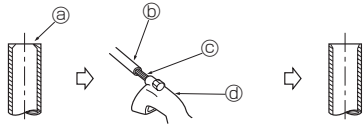

Fig. 5-4
5.2.2. Îndepărtarea bavurilor (Fig. 5-4)